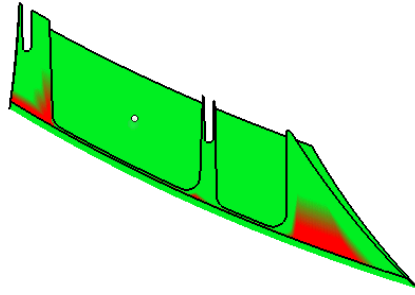

Figura 2.148 Ejemplo Sharp Bend.
- **Sharp bend:** detección de bordes afilados (*Figura 2.148*).